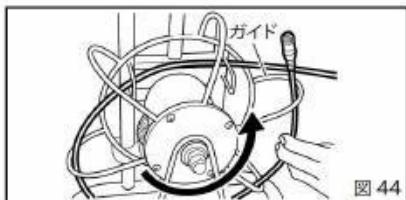

図 44
②ケーブルドラムのガイドに添わせるようにカメラケーブルを通します。(図 44)